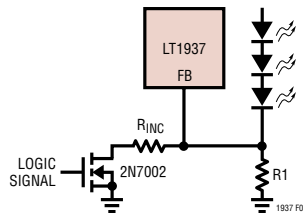

图 9：采用逻辑信号的调光控制
如图 9 所示，对于那些需要分步调节 LED 电流的应用，可采用逻辑信号。R1 设置最小 LED 电流（当 NMOS 关断时）。 R_{INC} 设置当 NMOS 接通时 LED 电流的增加量。R1 和 R_{INC} 的选择依据公式 (1) 和表 4。